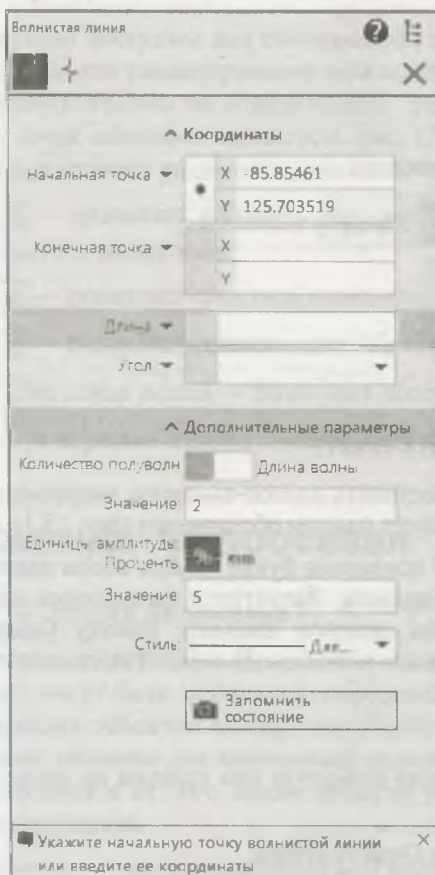

Рис. 13.10. Панель Параметры:
- ◆ укажите ЛК мыши начальную и конечную точки волнистой линии или укажите начальную точку, задайте длину и угол наклона отрезка средней линии на панели **Параметры: Волнистая линия** (рис. 13.10);